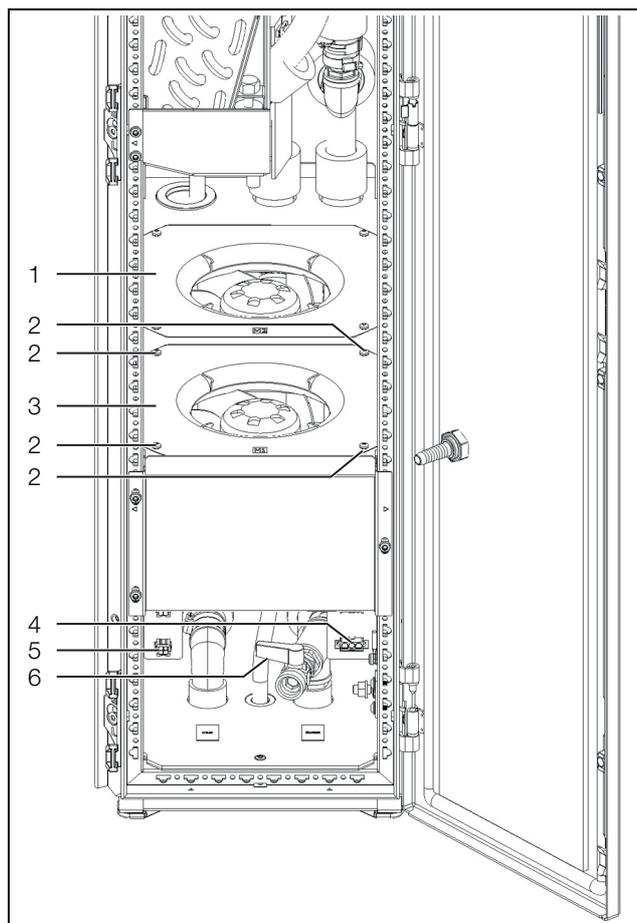

Fig. 22 : remplacement des ventilateurs
- ouvrir le robinet de vidange (fig. 22, pos. 6).